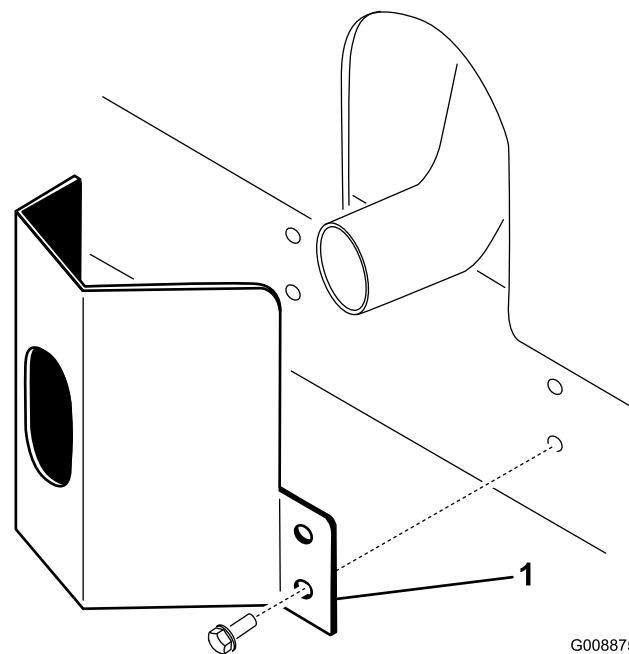

Figure 11
2. Fixez la protection de l'échappement au châssis à l'aide de 4 vis autotaraudeuses (Figure 11).
- Placez la protection de l'échappement autour du silencieux et alignez les trous de montage avec ceux du châssis (Figure 11).